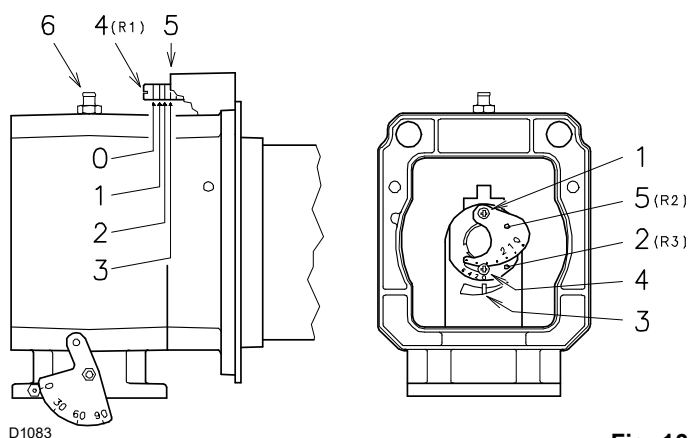

Fig. 13
En este punto de la instalación, el tubo de llama y el manguito se fijan a la caldera como se indica en la Fig. 13.
- Girar el tornillo 4)(Fig. 13) hasta que coincida la muesca encontrada con el plano delantero 5) de la brida.
- Aflojar los tornillos 1) y 4)(Fig. 13) y girar la tuerca 2) hasta que coincida la muesca hallada con el índice 3).
- Girar el parcializador 5)(Fig. 13) hasta que coincida la muesca encontrada con el tornillo 4).